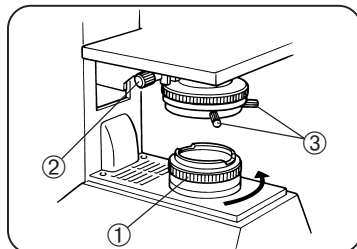

Fig. 28
Montaggio CH3-FS (Fig. 28 & 29)
1. Mettere a fuoco un campione con l'obiettivo 10X, chiudere al minimo il diaframma ad iride ruotando la ghiera ① nella direzione della freccia (Fig. 28).
2. Mettere a fuoco l'immagine dell'iride ruotando la manopola di regolazione dell'altezza del condensatore ① (Fig. 28).
3. Muovere l'iride al centro del campo visivo ruotando le due viti di centraggio ③ sulla lente di Koehler (Fig. 28 & 29).